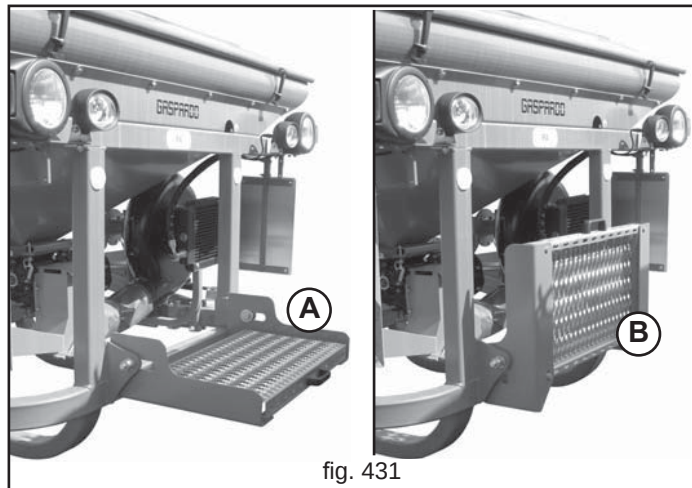

fig. 431
Bei manuellem Beladen ist das Trittbrett (A, Abb. 431) zu verwenden, um Zugang zum Trichter des Anbaugeräts zu erhalten.
Das Trittbrett sowohl bei der Arbeit als beim Straßentransport immer wie auf Abbildung 431 (B) dargestellt zusammenklappen